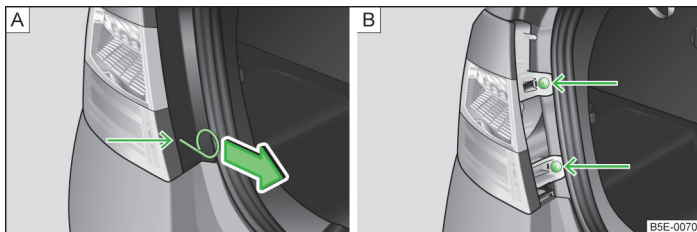

Fig. 219 Capacul/demontarea lămpii
- > Etrierul pentru extragerea capacelor integrale de roți » pagina 221, Trusa de scule se în orificiul, în locul marcat cu săgeți » fig. 219 - [A].
- > Extrageți capacul în sensul săgeții » fig. 219 - [A].
- > Deșurubați lampa folosind șurubelnița din trusa de bord » fig. 219 - [B].